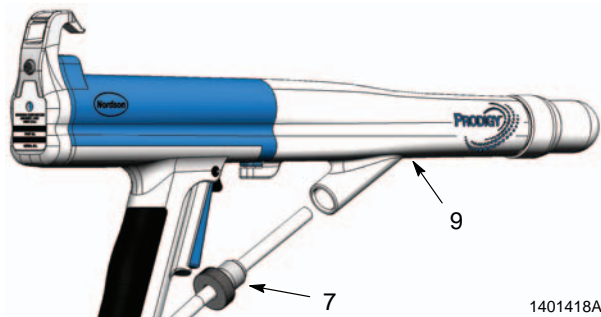

Bild 1 Demontering av pulverslangen
1. Se bild 1. Skruva av låsvredet (7) och drag ut pulverslangen ur adaptern (9).
6. Se bild 1. Tryck in pulverslangen i adaptern tills att slangen bottenar. Skruva på låsvredet i adaptern tills att den låser fast slangen.